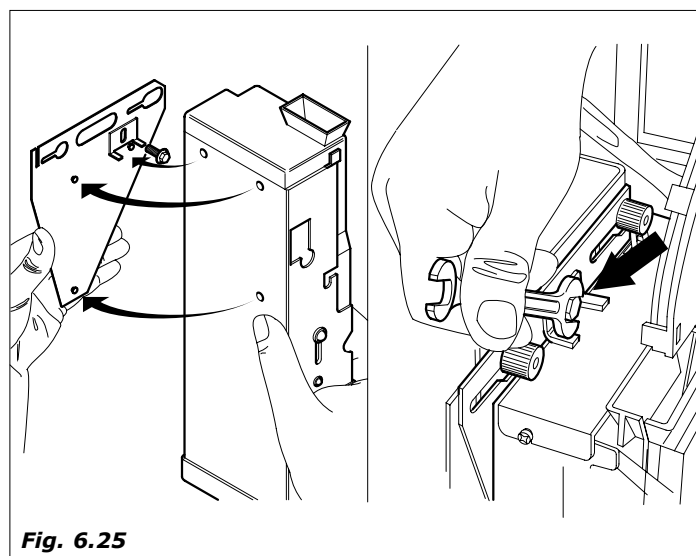

Fig. 6.25
- colocar el monedero en el soporte (Fig.6.25)